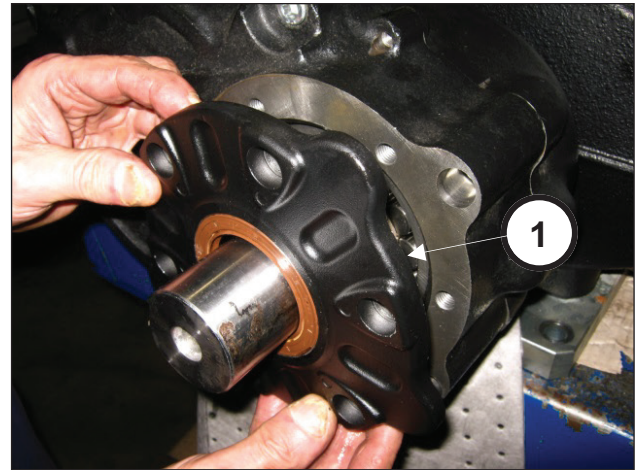

Abb. 80
Bauen Sie den Ritzeldeckel in den Sitz ein (Pos. ①, Abb. 80).